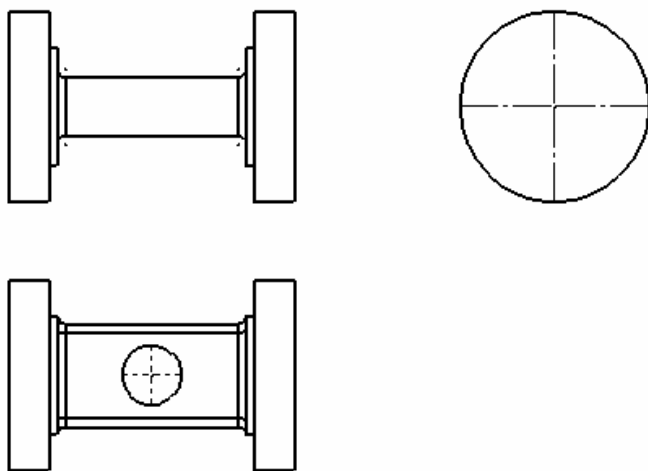

图 14-30 标准三视图
- ❶ 打开零件或装配体文件,或打开含有所需模型视图的工程图文件。
- ❷ 新建工程图文件,并设定所需的图纸格式,或调用预先做好的图纸格式模板。
- ❸ 单击“工程图”工具栏上(标准三视图)按钮,或选择菜单栏中的“插入”→“工程视图”→“标准三视图”命令,指针变为形状.
- ❹ 选择模型,选择方法如下:
- ❺ 工程图窗口出现,并且出现标准三视图,如图 14-30 所示。